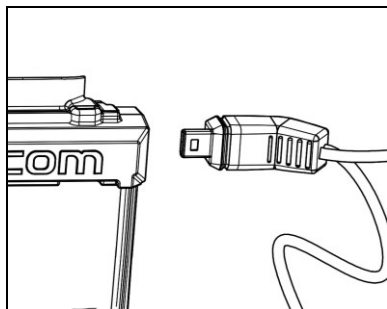

Fig. 6
- Collegare il cablaggio destro alla controparte, come mostrato in figura (Fig. 6).